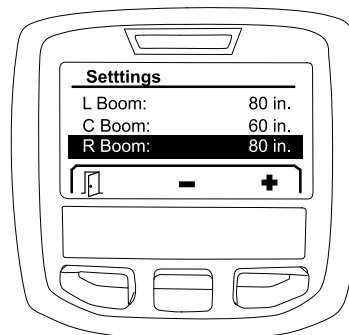

Figura 16
2. Utilizai butonul de selectare centru sau butonul de selectare dreapta pentru a mări sau a reduce lăimea seciunii de pulverizare selectată (Figura 16).